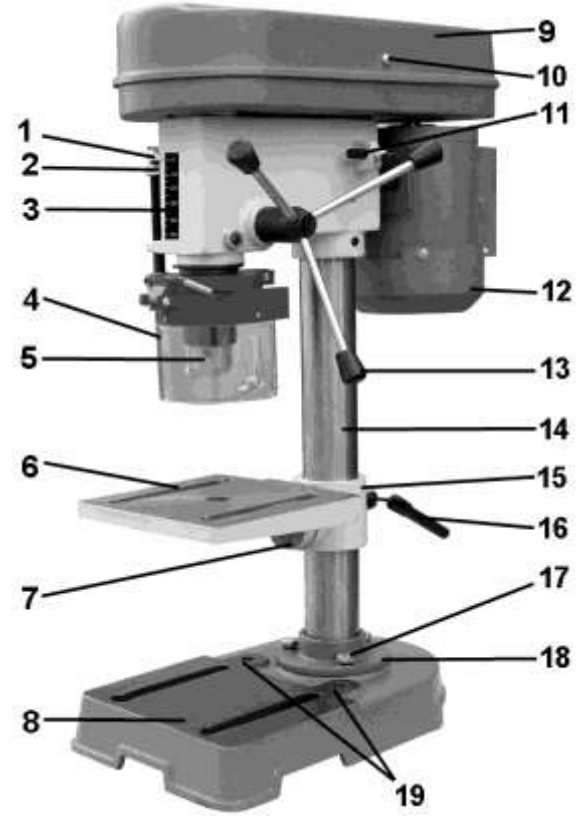
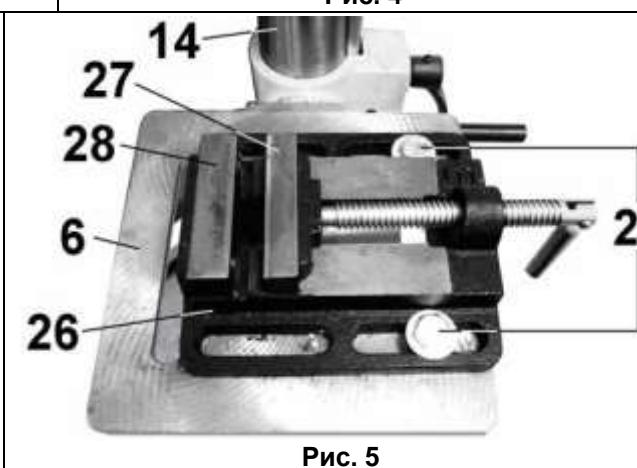

Рис. 2
Рис. 5
6.1. Станок сверлильный вертикальный состоит из следующих сборочных единиц и деталей, Рис.2,3:
Перед использованием станка, его необходимо закрепить на ровной поверхности верстака (рабочего стола) при помощи двух резьбовых соединений (не комплектуются) через отверстия (19) в основании (8), Рис.2. Обязательно используйте при креплении плоскую и пружинную шайбы на каждый болт (не комплектуются).
- Установите на ровную прочную поверхность верстака основание (8) станка, Рис.2.
- Установите на основание (8) колонну (14), Рис.2 и закрепите опору (18) колонны (14) тремя прилагаемыми болтами (17), Рис.2.
- Установите рабочий стол (6) на колонне (14), положение зажимной муфты (15) закрепите ручкой фиксации (16), Рис.2.
- Установите ручки подачи (13), Рис.2,4.
- Установите сверлильный патрон (5), Рис.2, на шпиндель станка, (предварительно необходимо удалить с его
- поверхности смазку, а также очистить от смазки внутреннюю посадочную поверхность сверлильного патрона (5), Рис.2). Закрепите сверлильный патрон (5), Рис.2, на шпинделе легким ударом через деревянный брусок, кулачки сверлильного патрона (5) при этом должны быть сведены.
- Установите и закрепите защитный экран (4) на посадочное место.
- Установите на рабочий стол (6) тиски (26) и зафиксируйте их положение специальными болтами (29), Рис.5, (не комплектуются).